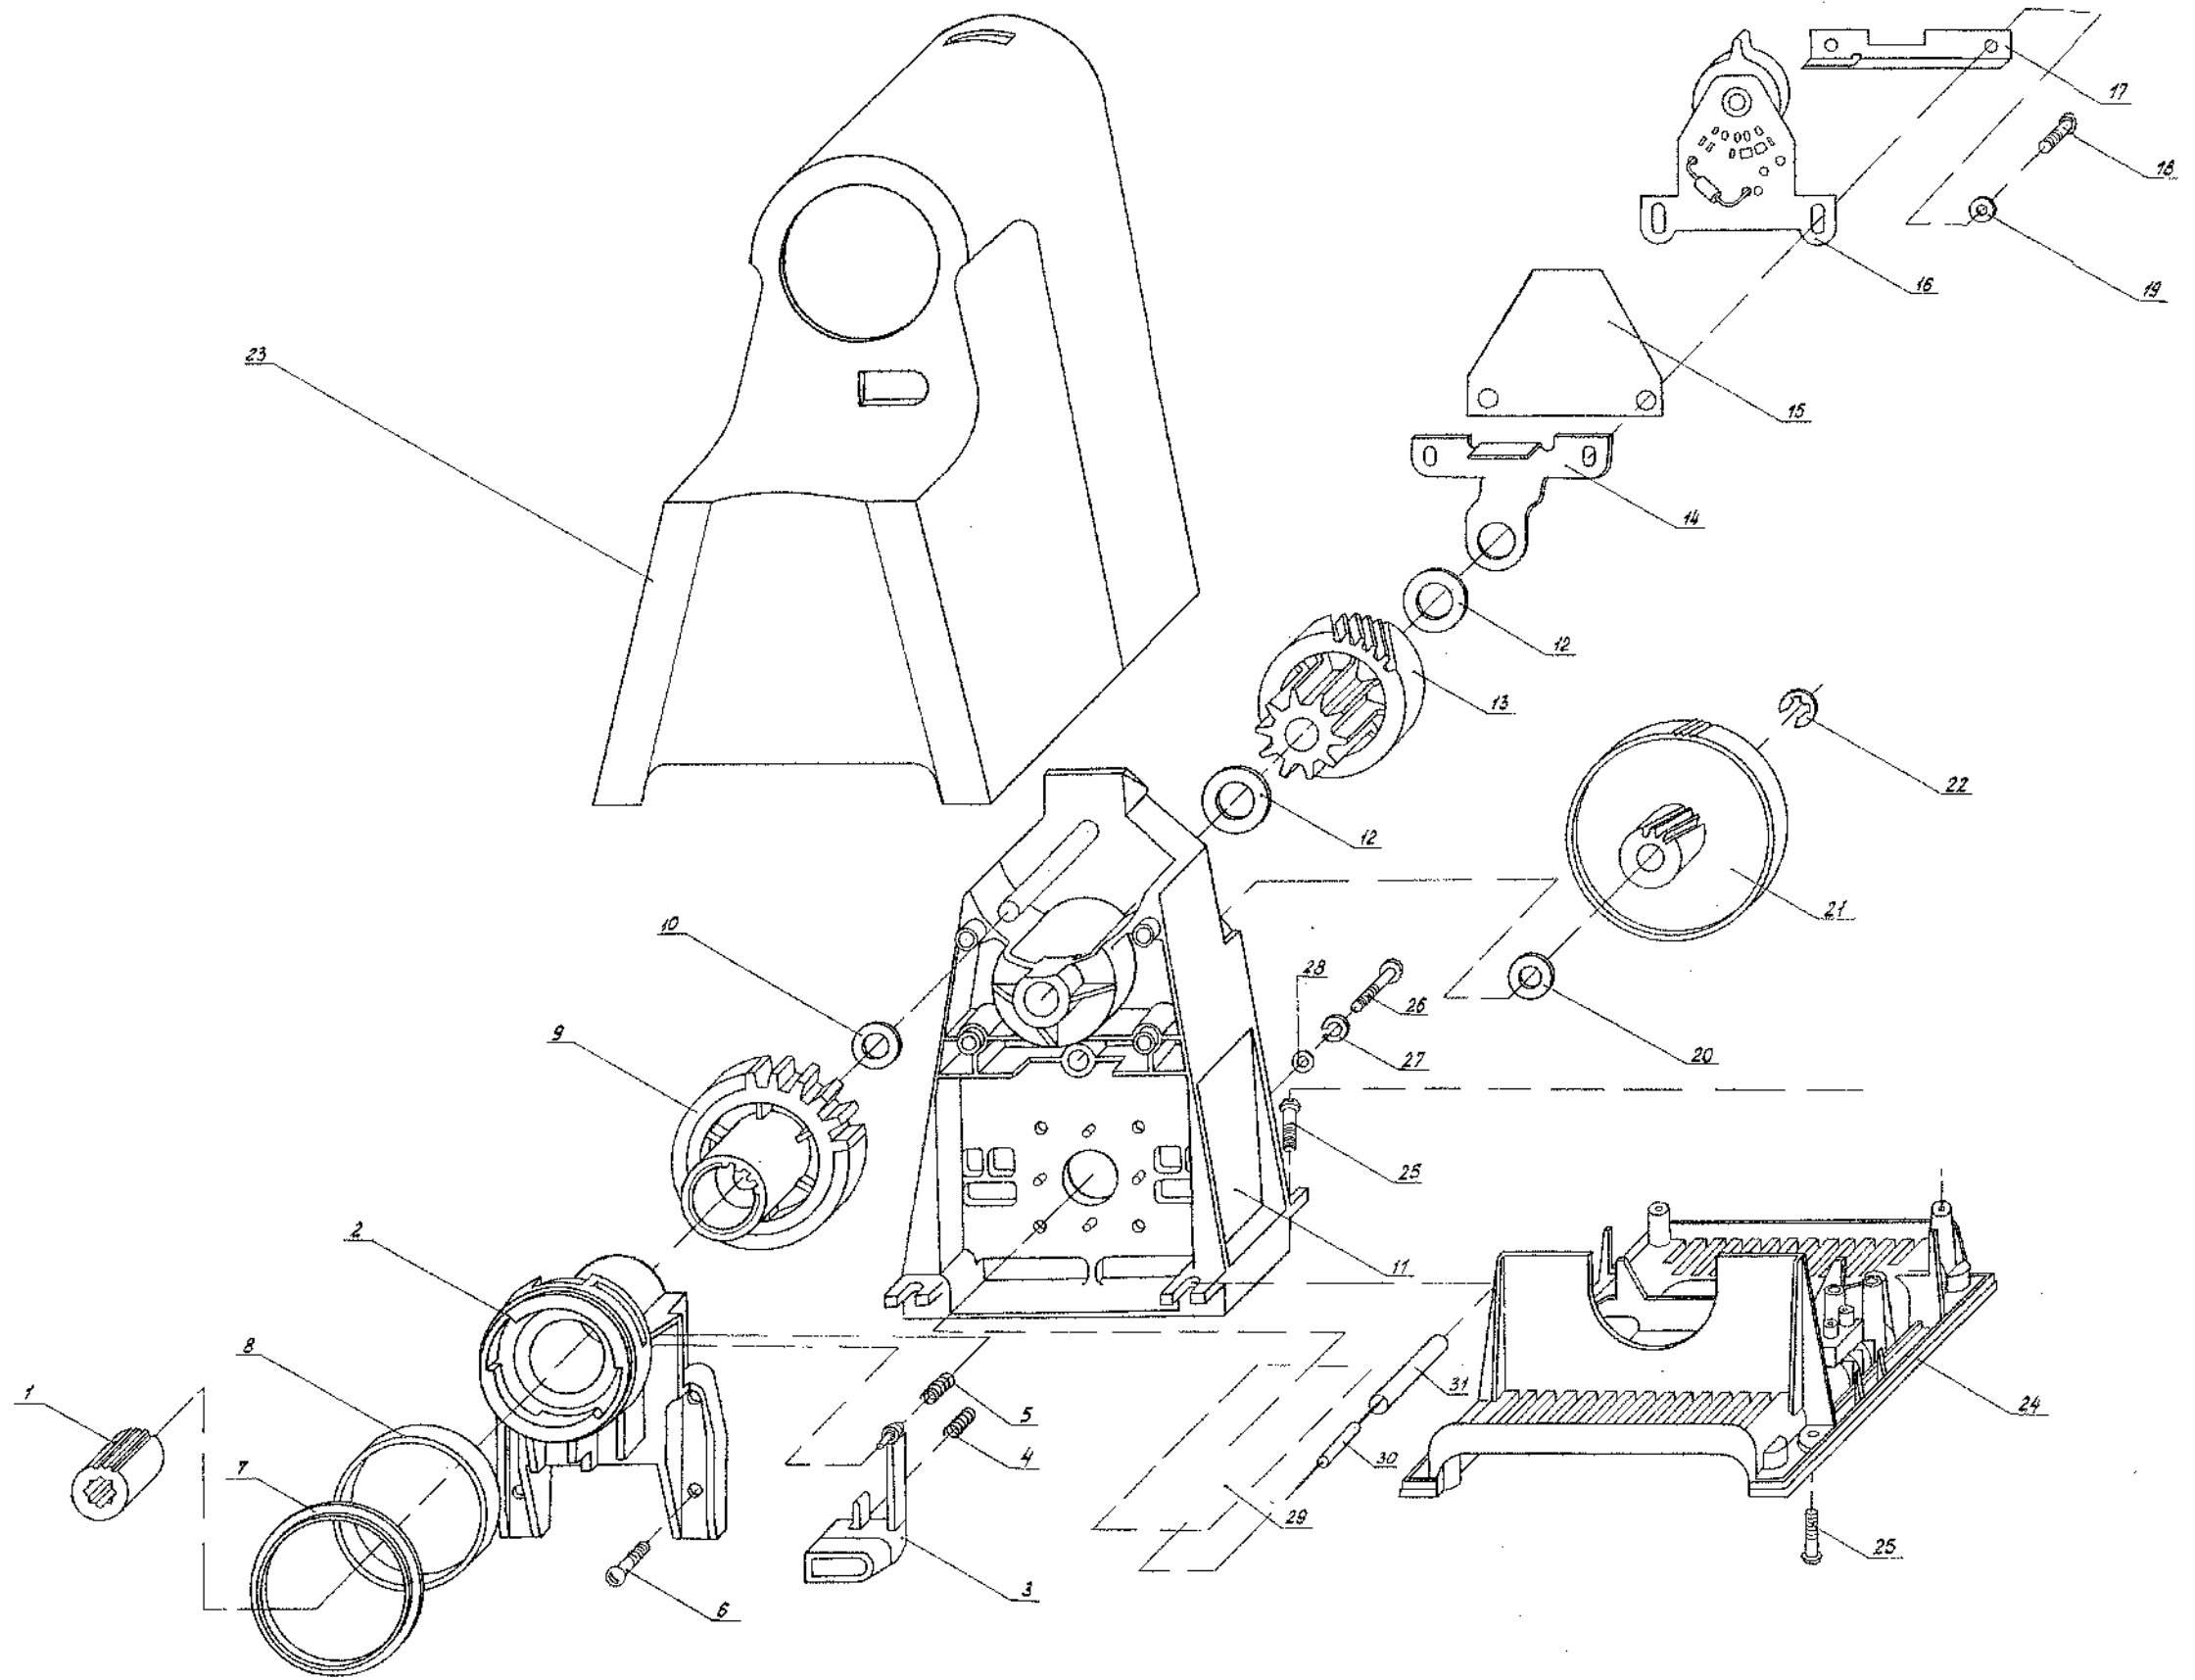

Рис. 101.
5.2. Для обеспечения доступа к отдельным узлам и деталям электропривода кухонного комбайна необходимо выполнить следующие операции (рис.101):
5.3. После завершения ремонтных работ необходимо полностью собрать электропривод (одеть кожух), т.е. выполнить следующие операции (рис.101):
6.1. Для снятия электродвигателя (рис.101, поз.29) необходимо выполнить следующие операции: